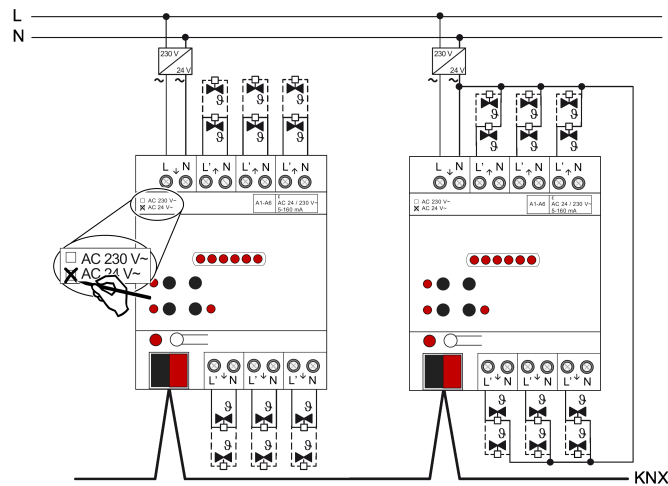

Figura 4: Conexión para actuadores de válvula AC 24 V
- Conectar los actuadores de válvula AC 24 V según el plano de conexiones (véase figura 4). Es posible conectar los actuadores de válvula individualmente y directamente a los terminales de las salidas del actuador de calefacción (ejemplo de conexión izquierda) o alternatively a través de un conductor común (ejemplo de conexión derecha).